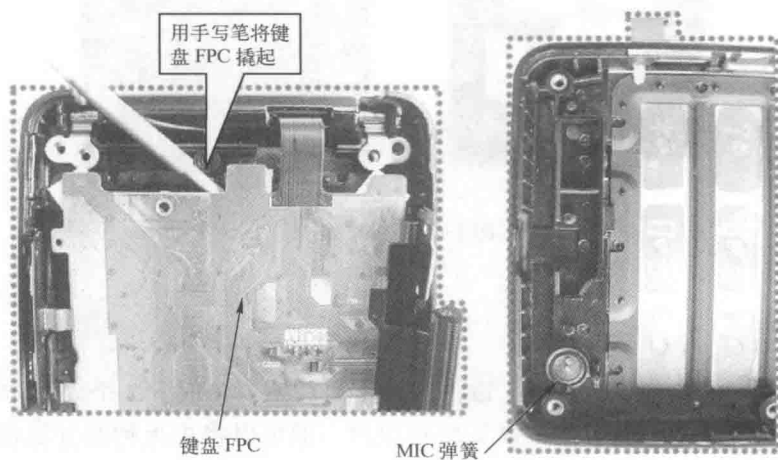

图 1-14 卸下面壳
(2) 用手写笔将键盘 FPC 撬开一些, 用手小心将键盘 FPC 取出, 即可卸下主板, 如图 1-14 和图 1-15 所示。